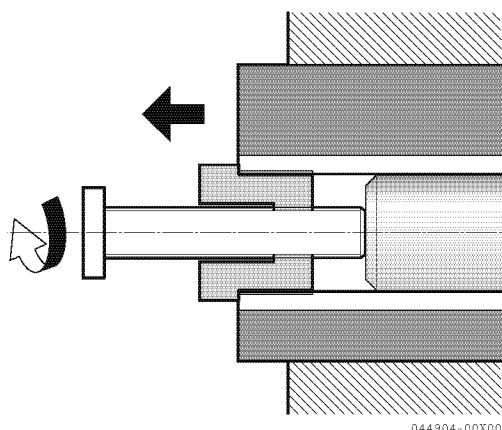

Figure 16
*Remarque : Lors du remplacement d'une turbine usagée par une neuve, la turbine doit avoir un filetage de M24 x 2 (**Figure 16**). Tournez le côté fileté M24 de la turbine sur le côté du capot et installez.*